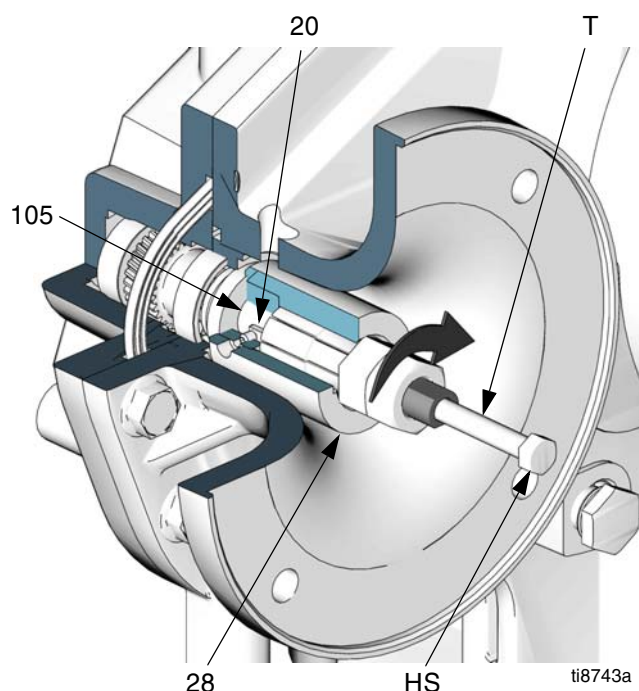

FIG. 3. Smontaggio del giunto del motore
- b. Vedere FIG. 3. Allentare entrambe le viti di fermo (31). Inserire l'attrezzo di estrazione (T) nel giunto (28). Girare il dado in senso orario fino al serraggio, quindi estrarre il giunto dall'albero di ingresso del riduttore a ingranaggi (105)